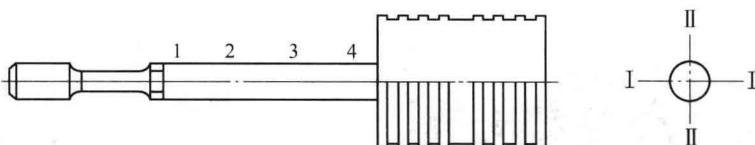

图 1-15 测量活塞杆填料磨损
13) 清洗活塞，擦拭干净，然后检查活塞杆与填料配合部位的磨损情况，特别是有无轴向划痕。用千分尺测量与填料配合部位的活塞杆外径，并记录下来，如图1-15所示，在活塞杆上测量四个不同的位置。